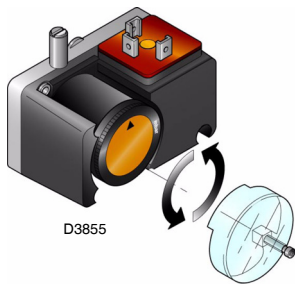

Fig. 23
- Régler le pressostat du gaz min. (Fig. 23) en début d'échelle.